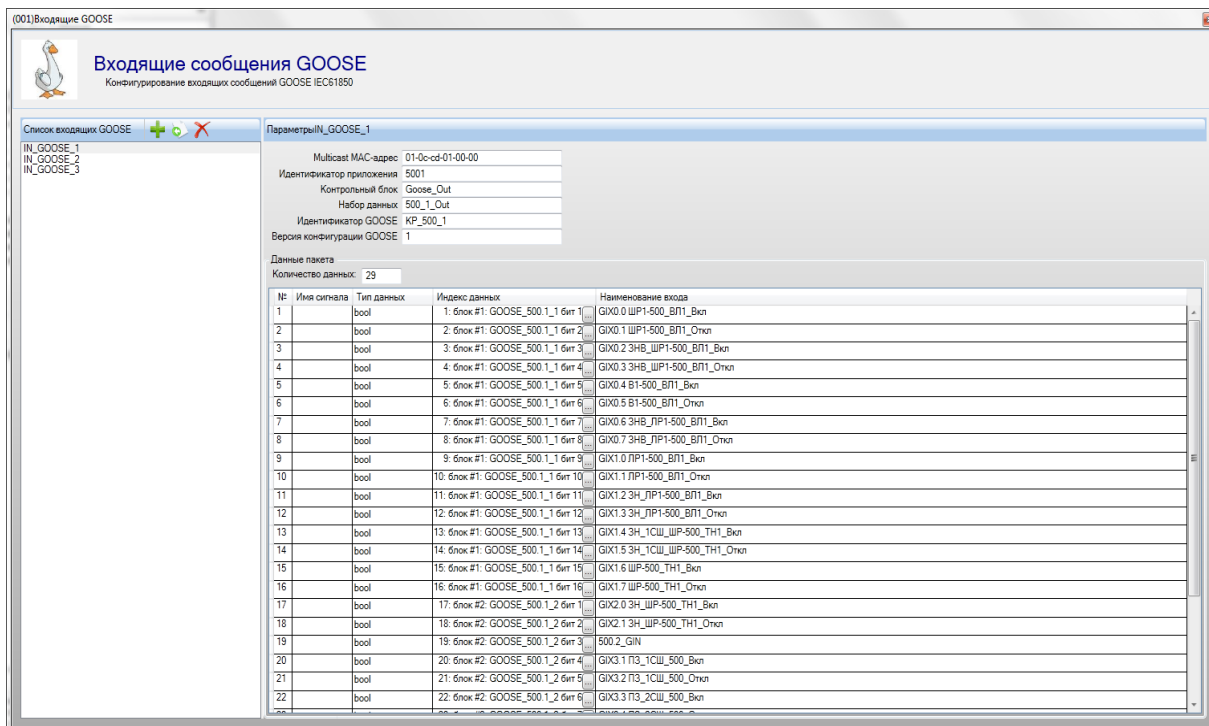
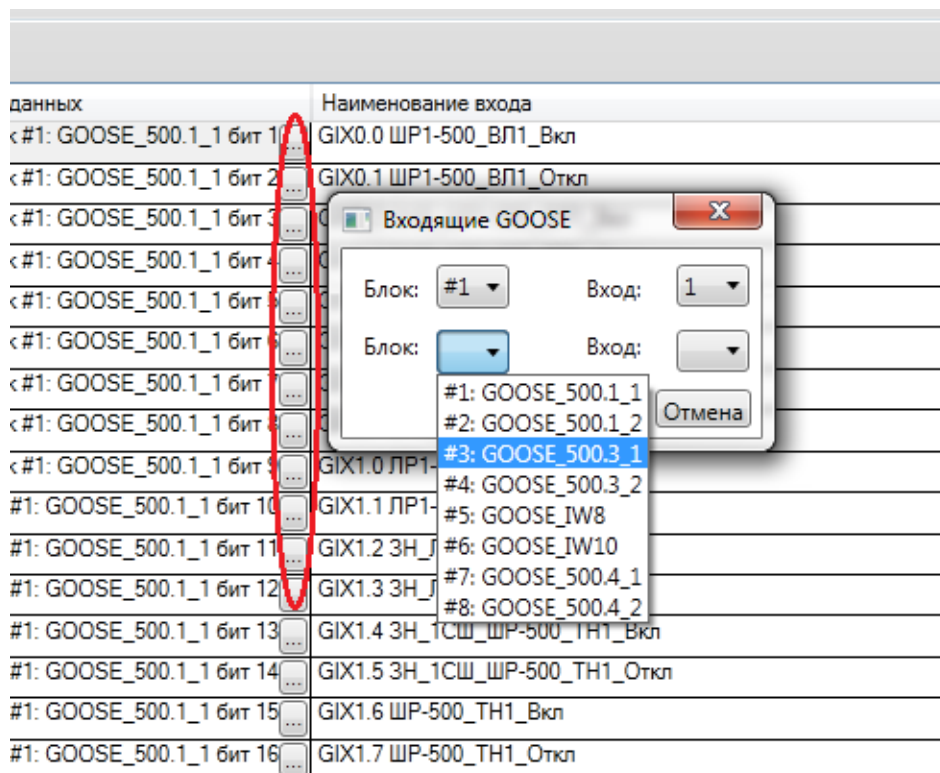

Рисунок 7.10
Рисунок 7.11
2) в разделе **IEC61850** → **Входящие GOOSE** задать параметры получаемых GOOSE сообщений: по одному блоку IEC 61850_GOOSE_IN на каждую рассылку (рисунок 7.10). Для выбора индекса данных необходимо вызвать диалоговое окно (рисунок 7.11).